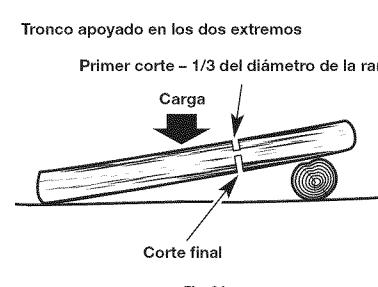

Fig. 24
- Cuando el tronco está apoyado los dos extremos (Fig. 24): corte arriba primero hasta 1/3 del diámetro del tronco para evitar que se astille. Luego, corte abajo para que los dos cortes se encuentren y evitar el pellizco.